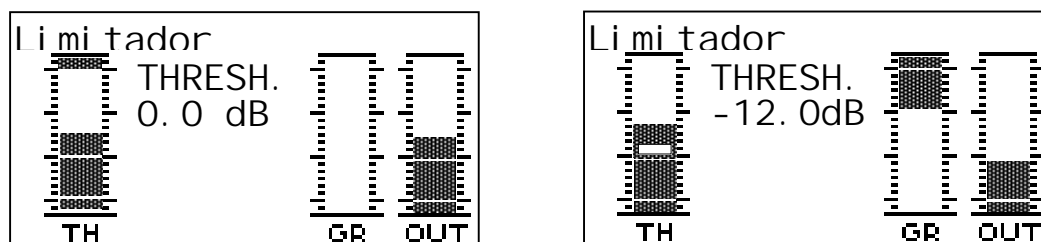

Fig. 23. Pantalla del Limitador (izq.) y edición del Threshold (der.)
-)] GR (Gain Reduction): Muestra cuando el limitador está actuando (el nivel de entrada supera el del umbral). La reducción de nivel se muestra como una barra invertida (ver Fig.23, derecha).